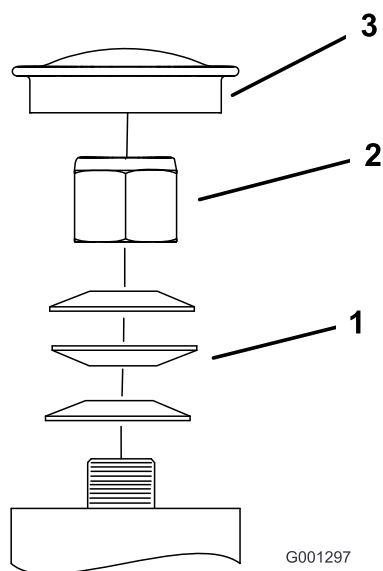

Figure 53
3. Retirez le couvre-moyeu de la roue pivotante et serrez le contre-écrou (Figure 53).
4. Continuez de serrer le contre-écrou jusqu'à ce que les rondelles élastiques soient aplaties, puis desserrez-le d'un quart de tour pour obtenir la précharge correcte des roulements (Figure 53).
Important: Veillez à placer les rondelles élastiques comme montré à la Figure 53.
5. Reposez le couvre-moyeu (Figure 53).